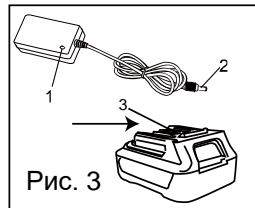

Рис. 3
1. Включите зарядное устройство в сеть. Зеленый индикатор (2) загорится. (Рис. 3)
2. Вставьте аккумулятор в зарядное устройство. Красный индикатор (1) загорится. Это означает, что аккумулятор начал заряжаться.
3. Когда батарея полностью заряжена, красный индикатор (1) погаснет, и загорится зеленый индикатор (2).